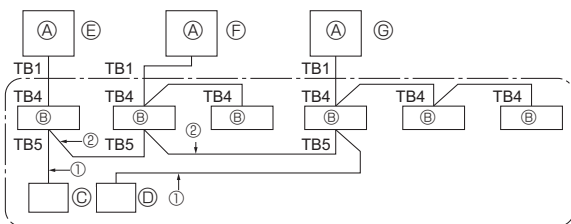

Fig. 9-1
9. Controlo do sistema (Fig. 9-1)